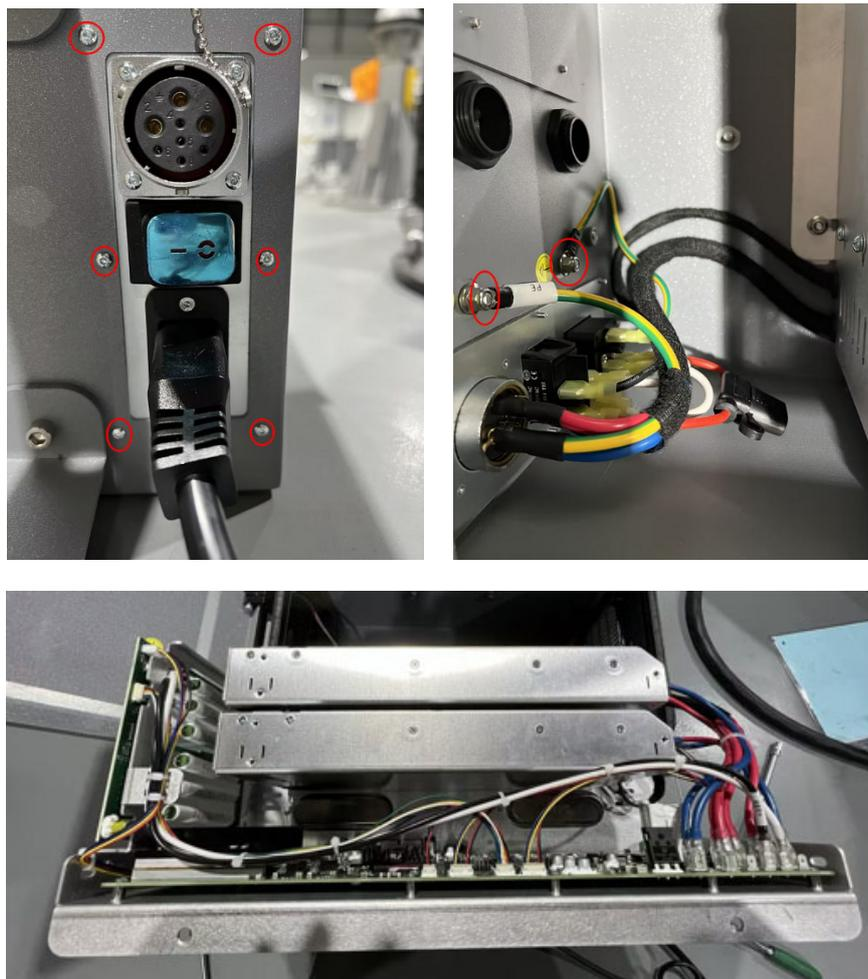

图 3-25 螺钉位置、电源接地连接位置及钣金模块放置方式
- 拆掉连接器安装板螺钉，断开电源插座和设备连接器与箱体间的接地连接，将安装钣金模块从箱体中取出来放置在箱体支架上，如图 3-25 所示：